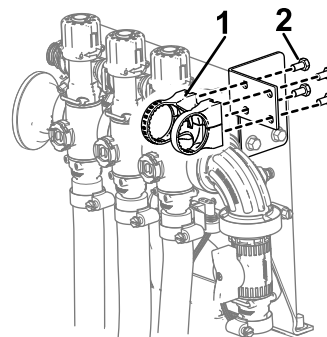

Figure 19
5. Montez le support de vanne sur la plaque de fixation de vanne au moyen de 4 boulons (M6), comme indiqué à la Figure 19.